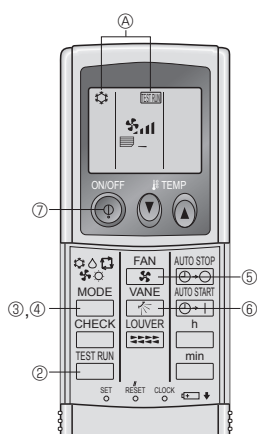

Fig. 7-5
7.2.2. Al usar el controlador remoto inalámbrico (Fig. 7-5)
- ① Encienda la unidad al menos 12 horas antes de la prueba de funcionamiento.
- ② Pulse el botón  dos veces seguidas.